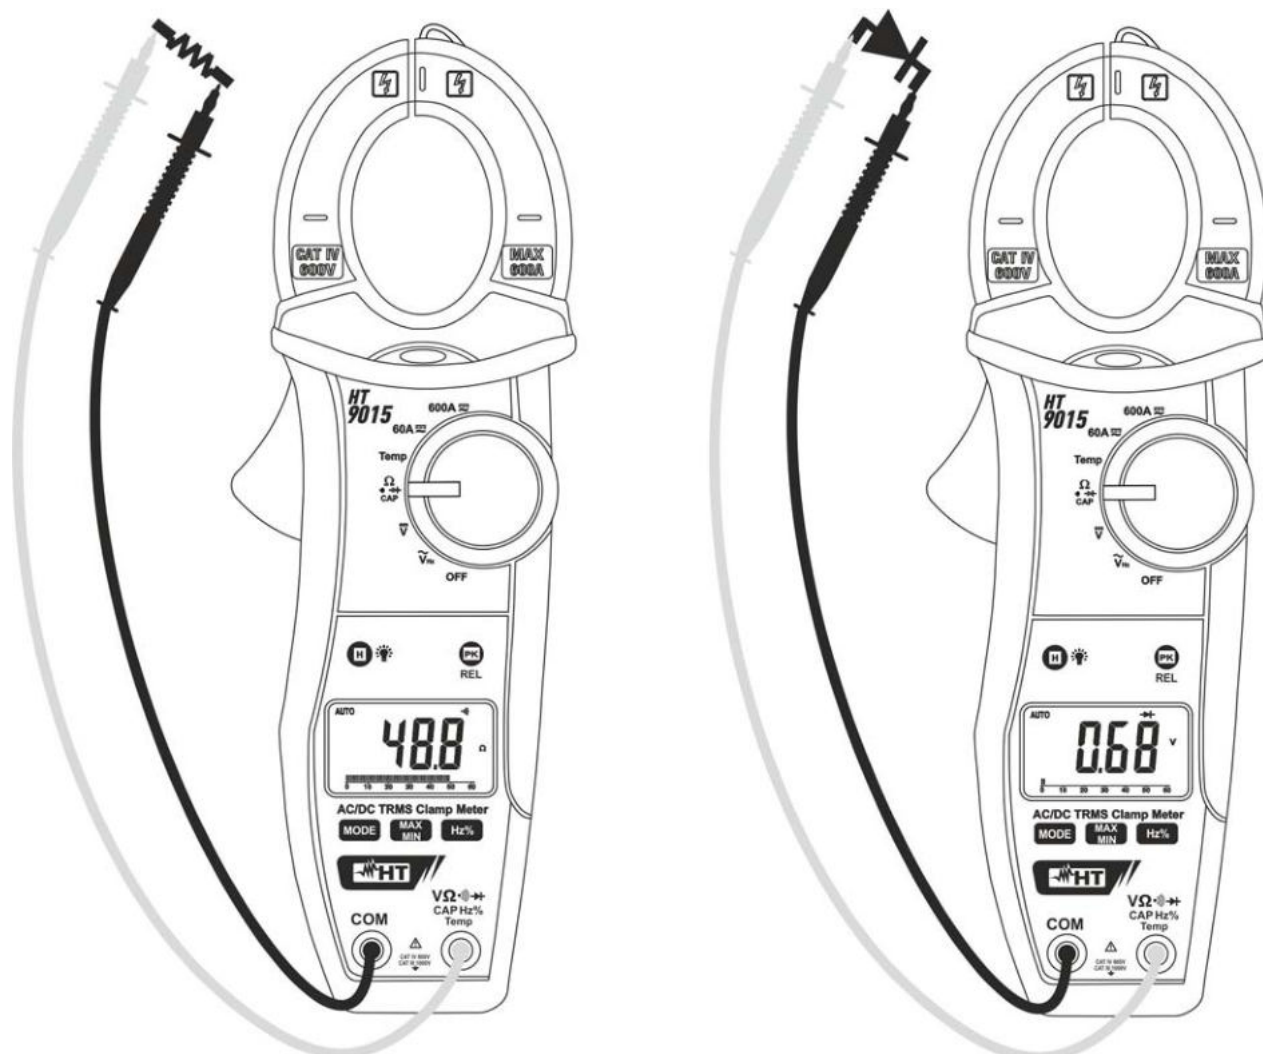

Fig. 6: Uso della pinza per Test Continuità e Prova Diodi
3. Inserire il cavo rosso nel terminale di ingresso $V\Omega$ \rightarrow CAP Temp e il cavo nero nel terminale di ingresso **COM** ed eseguire il test di continuità sull’oggetto in prova (vedere Fig. 6 – parte sinistra). Il cicalino emette un segnale acustico quando il valore della resistenza misurata è inferiore a circa 60Ω
5. Connettere il puntale rosso all’anodo del diodo e il puntale nero al catodo in caso di misura di polarizzazione diretta (vedere Fig. 6 – parte destra). Invertire la posizione dei puntali in caso di misura di polarizzazione inversa